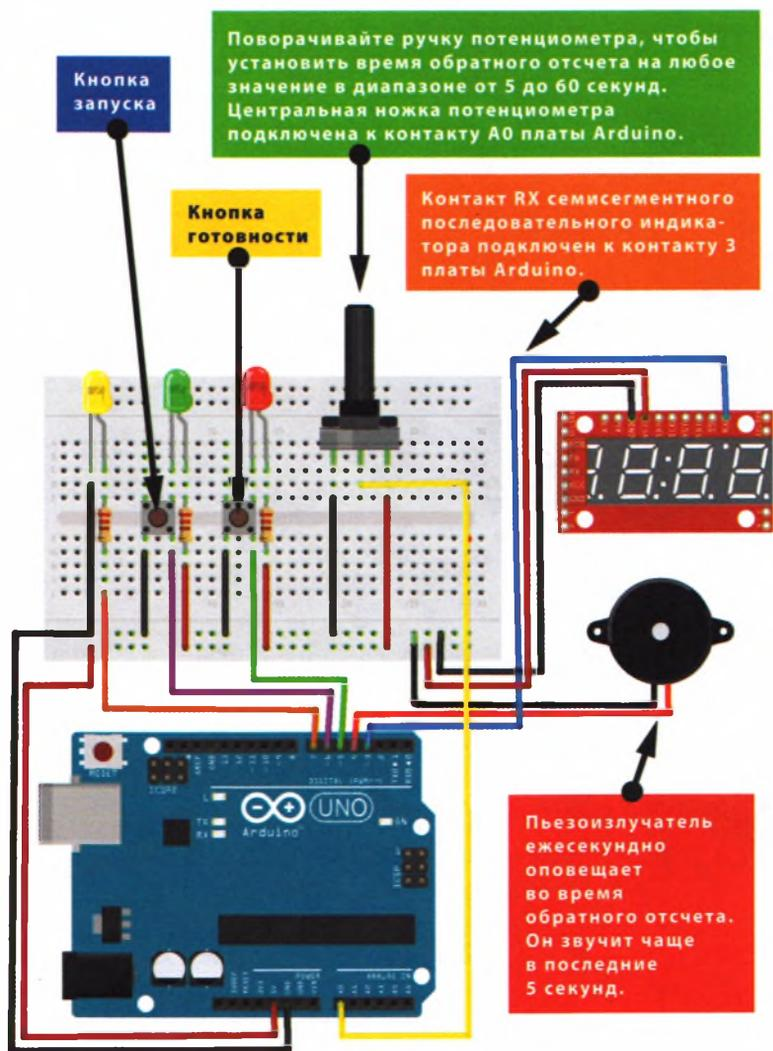

РИСУНОК 17.6
8. Убедитесь, что ваша цепь соответствует схеме, показанной на рис. 17.6, и загрузите в память Arduino код скетча, приведенный в разделе «Скетч» далее в этом проекте.